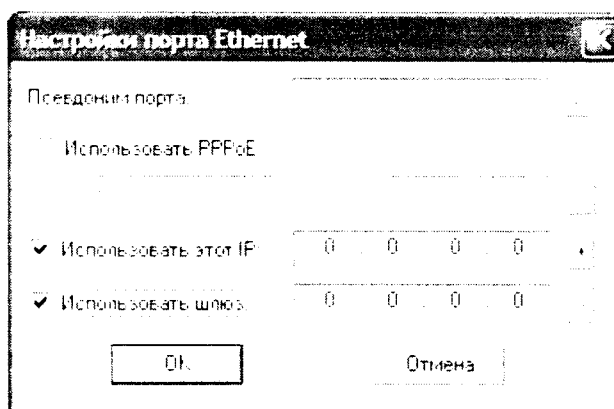

Рисунок 4
- в открывшемся окне **Настройки порта-Ethernet**, рисунок 4, активировать боксы **Использовать этот IP** и **Использовать шлюз** в соответствующие боксы ввода вписать полученные от оператора данные,